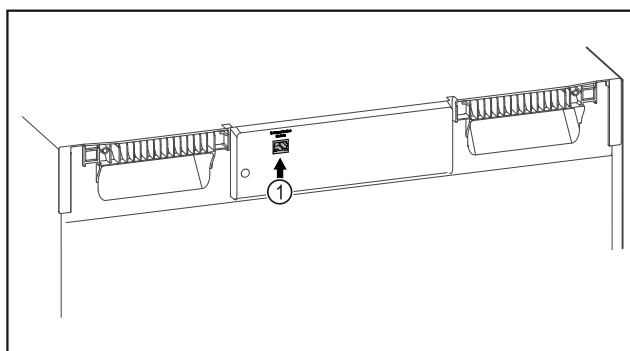

Fig. 114
- SmartModule Fig. 114 (1) 已使用。